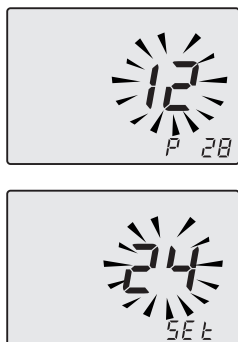

Figura 9.4
- Utilizzando i tasti 12 o 13 è possibile modificare il valore del parametro 28 da **00** mesi a **48** mesi. È permesso il valore **99** che disabilita la richiesta di manutenzione. Nel display si alternano le scritte **P28 - SET** (Figura 9.4).